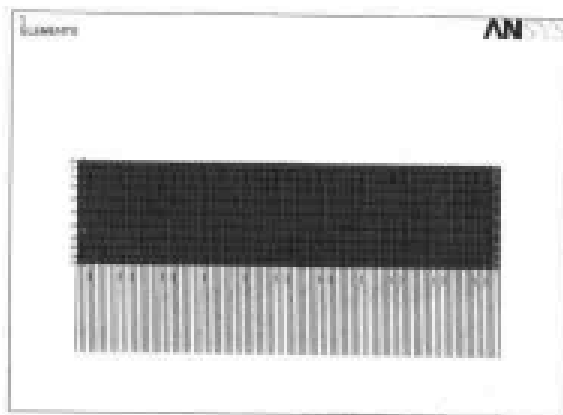

图 14-17 加载后的结果显示
(16) 选择 Utility Menu | Select | Everything 命令。
(17) 选择 Utility Menu | Select | Entities 命令, 出现 Select Entities 对话框。在第 1 个下拉列表框中选择 Lines 选项, 在第 2 个下拉列表框中选择 By Num/pick 选项, 在第 3 个选项组中选 From Full 单选按钮, 单击 OK 按钮, 出现 Select Lines 菜单, 在文本框中输入 2, 单击 OK 按钮关闭该菜单。
(18) 选择 Utility Menu | Select | Entities 命令, 出现 Select Entities 对话框。在第 1 个下拉列表框中选择 Nodes 选项, 在第 2 个下拉列表框中选择 Attached to 选项, 在第 3 个选项组中选 Lines, all 单选按钮, 单击 OK 按钮关闭该对话框。
(19) 选择 Main Menu | Preprocessor | Loads | Define Loads | Apply | Fluid/CFD | Velocity | On Nodes 命令, 出现 Apply V on Nodes 菜单, 单击 pick all 按钮, 出现 Apply VELO load on nodes 对话框, 在 VY a Load value 文本框中输入 0, 其余选项采用默认设置, 单击 OK 按钮关闭该对话框。
(20) 选择 Main Menu | Preprocessor | Loads | Define Loads | Apply | Fluid/CFD | Pressure DOF | On Nodes 命令, 出现 Apply PRES on nodes 菜单, 单击 pick all 按钮, 出现 Apply PRES on nodes 对话框, 在 PRES Pressure value 文本框中输入 0, 单击 OK 按钮关闭该对话框。
(21) 选择 Utility Menu | Plot | Element 命令, ANSYS 显示窗口显示加载后的结果, 如图 14-17 所示。